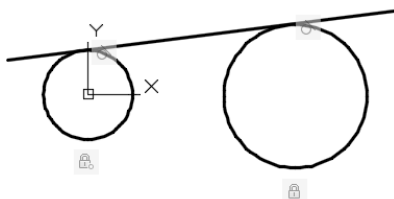

图 7-6 建立相切约束 2
4) 创建相切约束 2。在“几何”面板中单击“相切”按钮 , 选择右边的大圆, 再选择直线段, 从而使直线段与大圆也建立相切关系, 如图 7-6 所示。